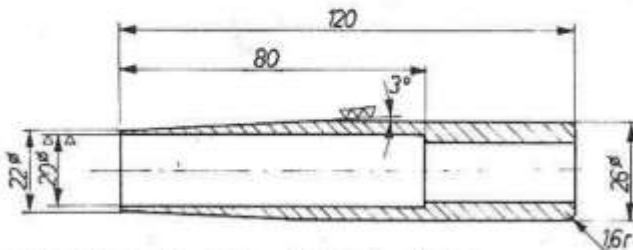

Bild G 15. Aufsteckhülse für Wellendichtring
9. Wellendichtring $20 \times 40 \times 10$ unter Verwendung des unter Bild G 15 skizzierten Montagewerkzeuges aufsetzen.